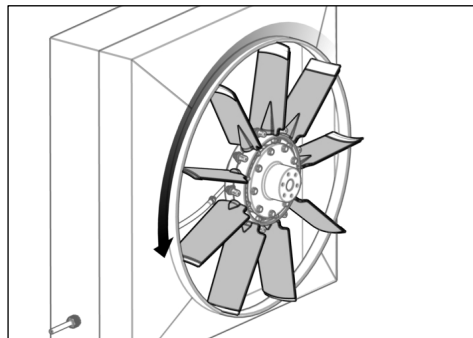

Fig. 33
- 29) Manually rotate the fan (see Fig. 33).